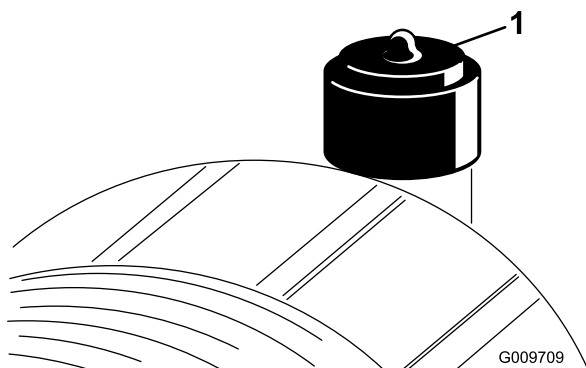

Figure 23
Faites l'entretien du filtre à air uniquement quand l'indicateur de colmatage (Figure 23) indique que cela est nécessaire. Changer le filtre à air prématurément ne fait qu'accroître le risque de contamination du moteur par des impuretés quand le filtre est déposé.
6. Réarmez l'indicateur de colmatage (Figure 23) s'il est rouge.